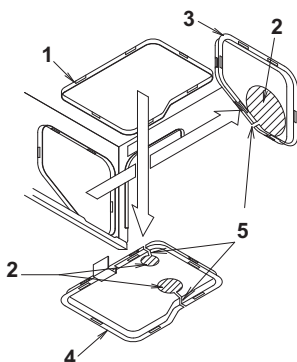
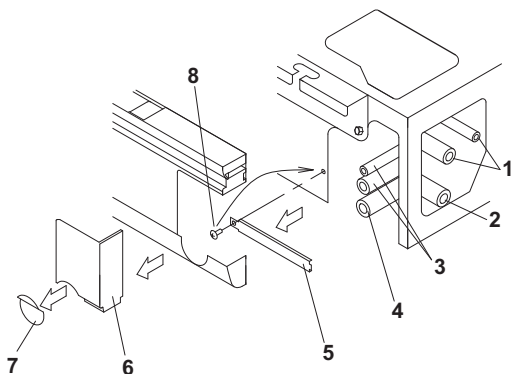

Bild 16
Bild 18
- Ta bort förpacknings- och leveransstödet (förstärkningsplåten) innan något kylmediumarbete utförs. (Se bild 18)
- 9 Klämma (4) (tillbehör)
- 10 Tätningsmaterial (litet) (9) (tillbehör)
- 12 Skarvisoleringsmaterial (7) (tillbehör)
(1) Rödrugning på baksidan
- Ta loss det bakre genomföringsskyddet och koppla rören. **(Se bild 16 och 18)**
(2) Rödrugning uppåt
- Ta bort genomföringsskyddet på övre panelen och använd det L-formade grenrörspaketet (säljs separat) för rörkopplingen. **(Se bild 16 och 17)**
(3) Rödrugning på högersidan
- Ta bort förpacknings- och transportstödet (förstärkningsplåten) på högersidan och sätt tillbaka skruven på ursprungspositionen på inomhusenheten. **(Se bild 18)**
- Ta upp genomföringshålet i dekorsidopanelen (höger) och anslut rören. **(Se bild 18)**
Återställ det övre panelgenomföringsskyddet genom att föra kabeln för den vågräta klaffens motor och termistorn igenom klämman på skyddet och fäst dem. **(Se bild 16 och 19)**
(1) Utför dräneringsrördragningen.
- Dräneringsrör kan anslutas från följande håll: Höger baksida/högersidan, se **bild 18** i "**6. KYLMEDIUMRÖRDRAGNING**", och för vänster baksida/vänstersidan, se **bild 21**.